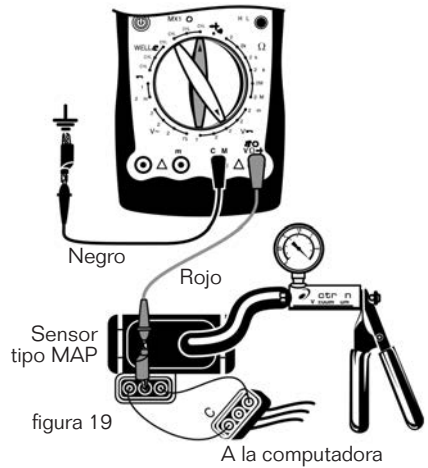

figura 19
- (1) Igual que en el método de prueba de resistencia.
- (2) Conecte los sensores de las puntas de prueba roja y negra respectivamente a la terminal de prueba de señales y a la terminal conectado a tierra. Consulte diversos tipos de manuales de servicio automotriz para obtener su posición y la resistencia a probar.
4. Presión absoluta (MAP, en inglés) y sensor de presión barométrica (Baro, en inglés) (ver Figura 19)